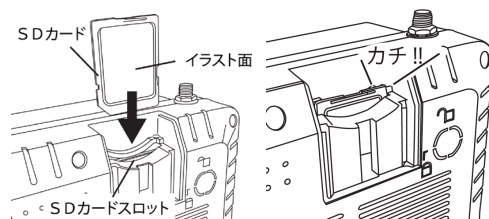
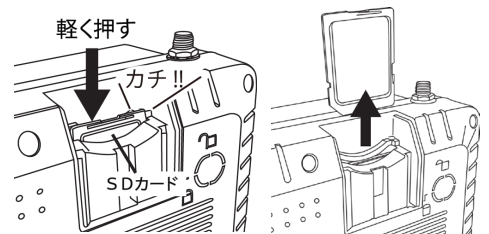

図 3
図 4
- ②SDカードのイラスト面の向きを確認し、SDカードスロットに“カチ”と音がするまで差し込んでください（図3参考）。
- ③SDカード挿入後に、SDカードスロットカバーを再度取り付けしてください。
- ④取り出す際は、SDカードスロットに挿入されているSDカードの上端を、“カチ”と音がするまで奥へ軽く押し込んでください。SDカードを取り出す事ができます（図4参考）。